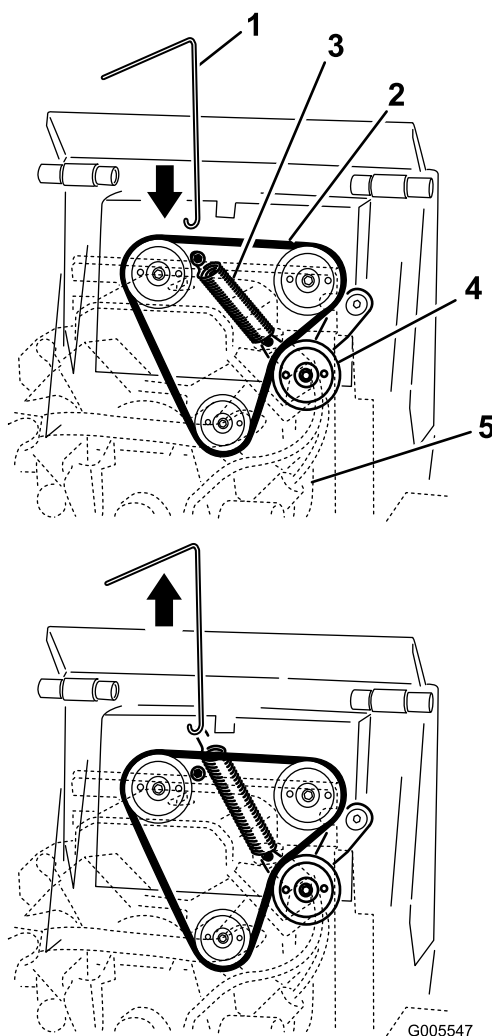

Figura 52
4. Collegate il gancio sullo strumento di rimozione molle al gancio sulla molla della puleggia tendicinghia e scollegate la molla dal perno, come illustrato nella Figura 52.